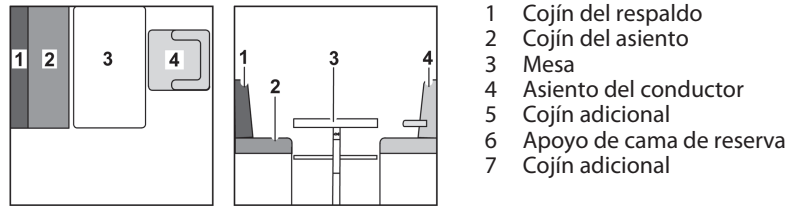

Fig. 134 Antes de la transformación
- Girar el asiento del conductor (Fig. 134,4) y empujarlo completamente hacia adelante.
- Transformar la mesa (Fig. 134,3) en base de cama (véase apartado 7.8).
- En caso de que el vehículo posea un apoyo de cama de reserva (Fig. 135,6), quitar el cojín del respaldo (Fig. 134,1) y el cojín del asiento (Fig. 134,2) y ponerlos a un lado.